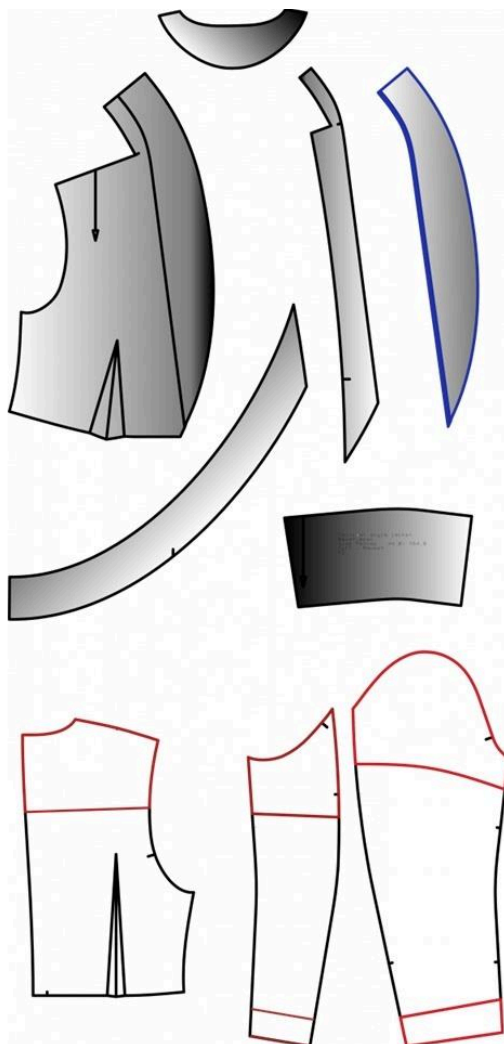

Рис. 1. Схема дублирования деталей клеевым прокладочным материалом
2. Приклейте клеевой прокладочный материал на верхнюю часть рукавов; к припускам на обработку нижнего среза рукавов и верхнюю часть спинки (Рис. 1).